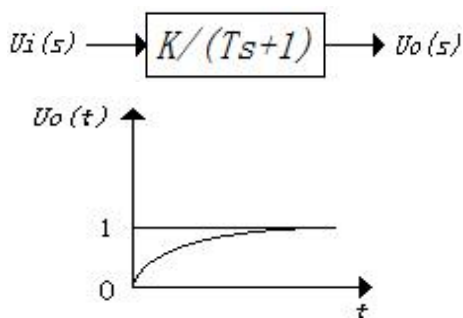
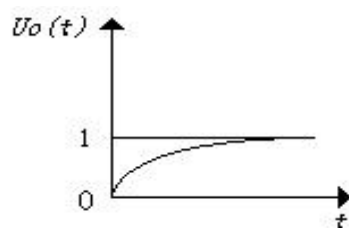
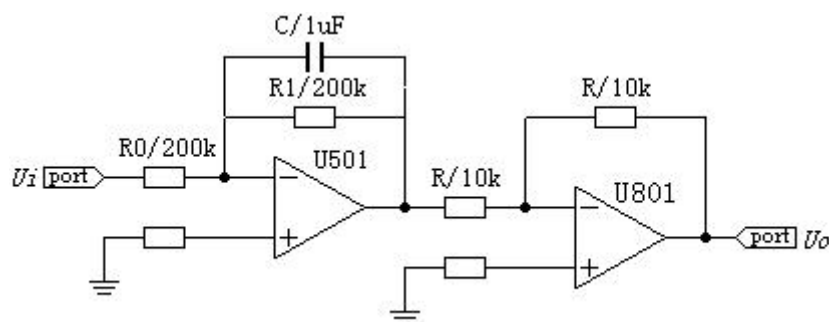

图 1-14
图 1-15
图 1-16
方块图、模拟电路和阶跃响应, 分别如图 1-14、图 1-15 和图 1-16 所示, 其中
1、利用 5#模块和 8A#（或 8B#）模块搭建图 1-16 所需的电路。其中， U_i 输入阶跃信号， U_o 为输出信号。输入信号（ U_i ）连接实验电路板的下方【模拟信号输入】区域的 AI 1 接线柱，输出信号（ U_o ）连接实验电路板的下方【模拟信号输入】区域的 AI 2 接线柱。